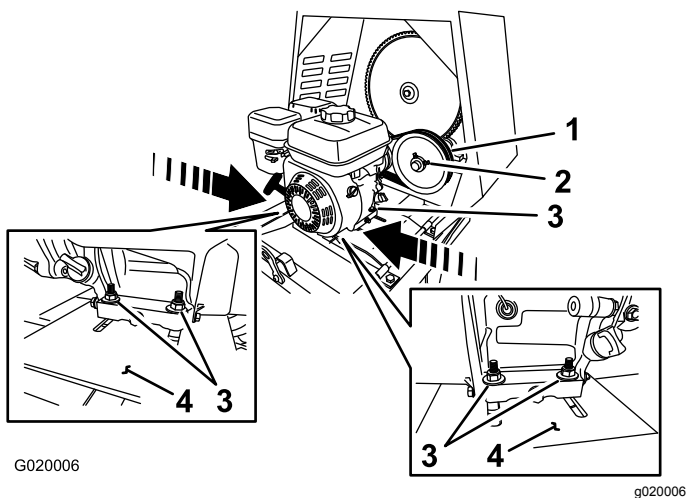

Figura 71
- B. Afloje los pernos y las tuercas que sujetan el motor a la chapa del motor (Figura 71).
- **Para aumentar la holgura** – Aleje el motor de la polea tensora (Figura 71).
- **Para reducir la holgura** – Acerque el motor a la polea tensora (Figura 71).